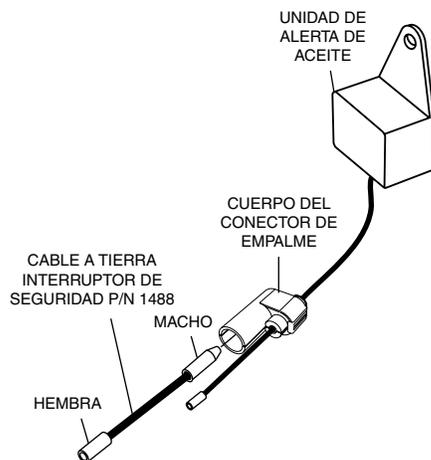

**Figura 11. Apretando el cuerpo del conector**
- Cierre el cuerpo del conector de empalme. Para garantizar que se ha obtenido una buena conexión, apriete el cuerpo del conector con una pinza (Figura 11). Esto asegurará que al cable **NEGRO** dentro del cuerpo se le ha retirado su aislamiento y ahora está en contacto con el terminal adyacente.